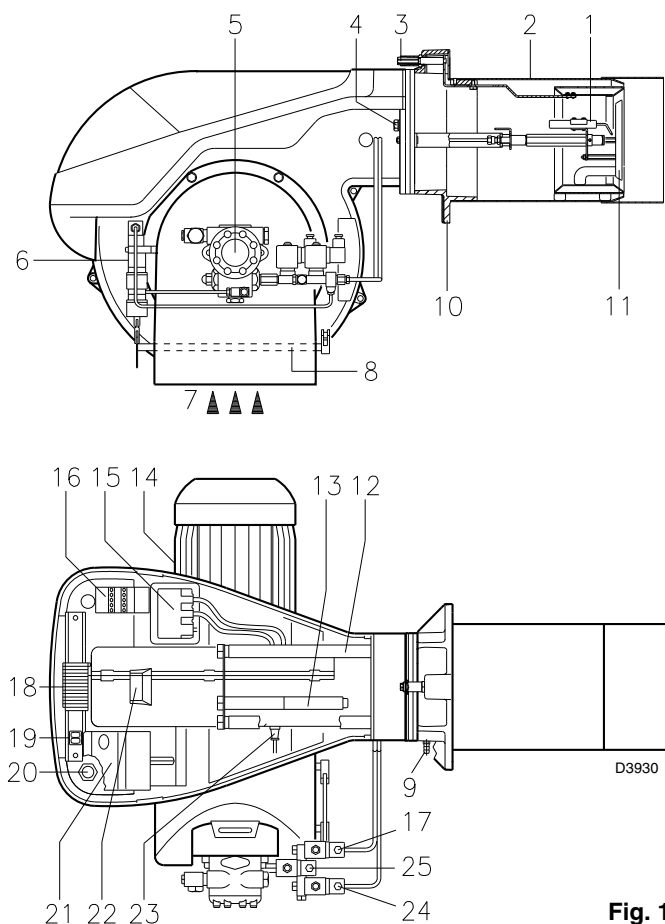

Fig. 1
Bloqueio do equipamento: o acendimento do botão (led vermelho) do equipamento (22)(Fig. 1) indica que o queimador está bloqueado.
Bloqueio do motor: para desbloquear, premir o botão do relé térmico (17)(Fig. 1).
- 4 - Prolongadores 13) (Fig. 1) para guias 12) (Fig. 1)